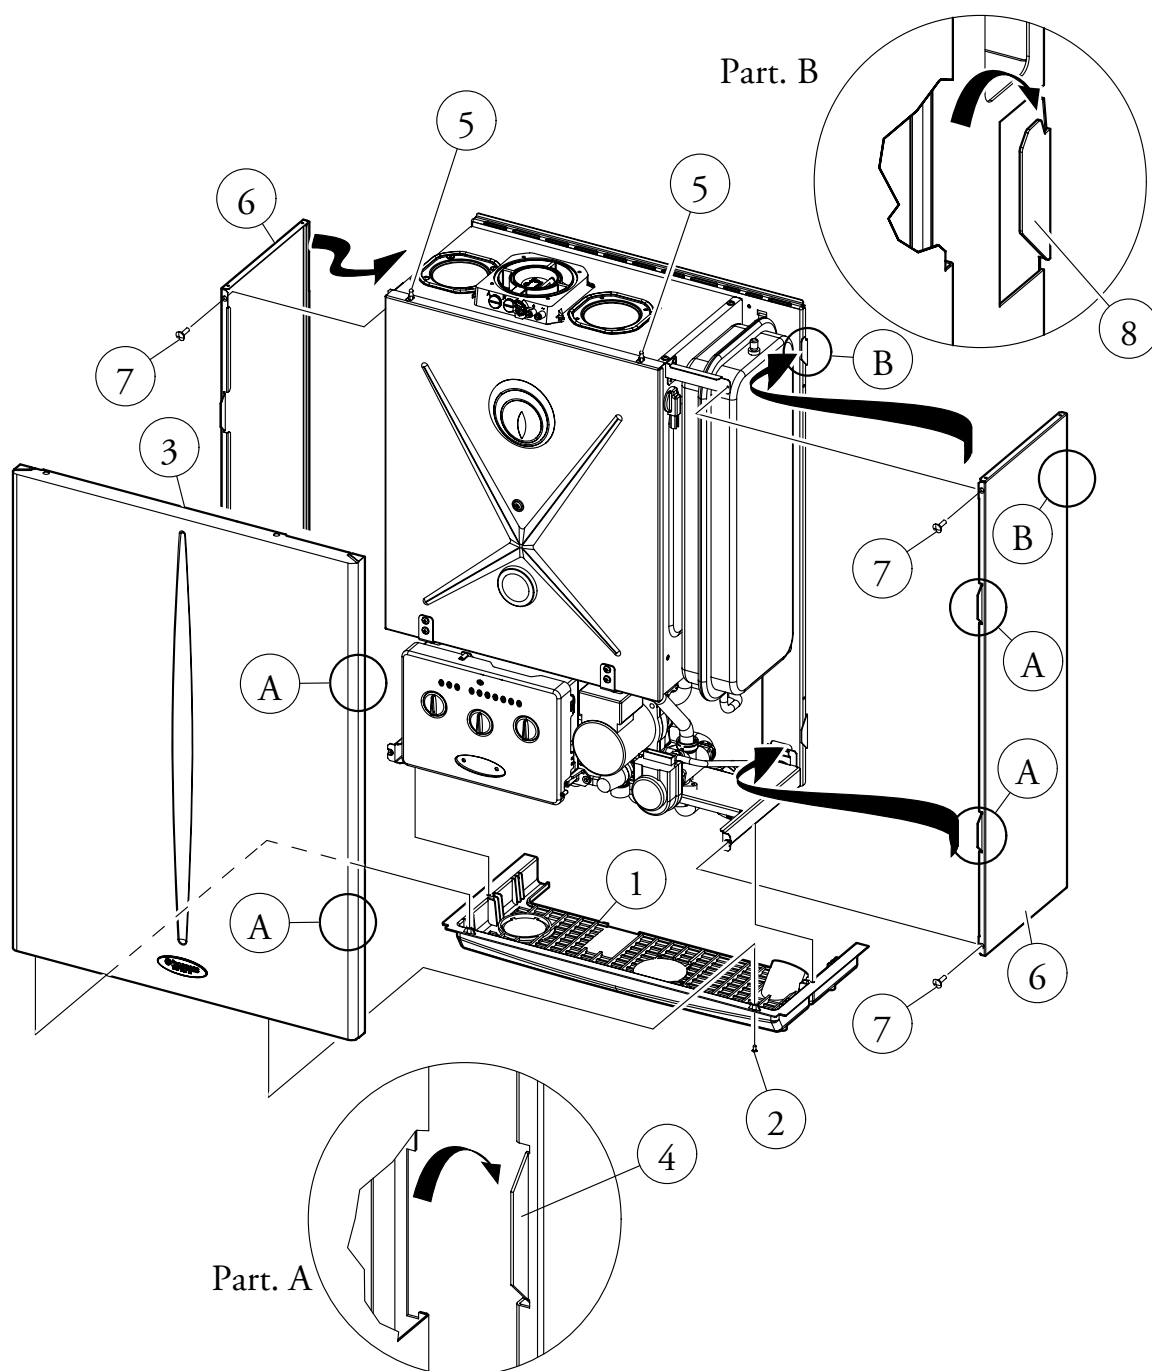

Fig. 3-5
- smontare le fiancate laterali (6) svitando le viti (7) e tirando verso se stessi per liberare la fiancata dalla sede (8) (Fig. 3-5);